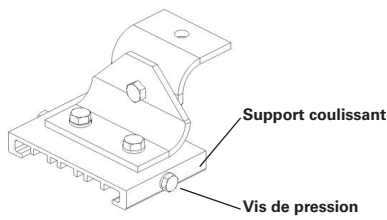

Figure 4. Détails du montage pivotant
5. Serrer à fond les deux (2) vis de pression de 1/4 po sur chaque support coulissant (voir la figure 4). Serrer à un couple de 8,8 N.m (78 lb-po).
6. Régler la position du luminaire selon l'angle souhaité, puis serrer les deux (2) boulons à œil de 5/16 po. Serrer à un couple de 15,6 N.m (138 lb-po).